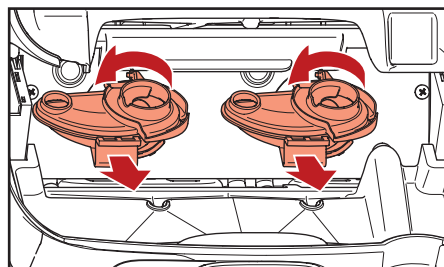

図5.10 - 調合ボウルを取り外す
- b. 調合ボウルを反時計回りに回転させてロックを解除したら、これらを引っ張るようにして取り出します (図 5.10)。